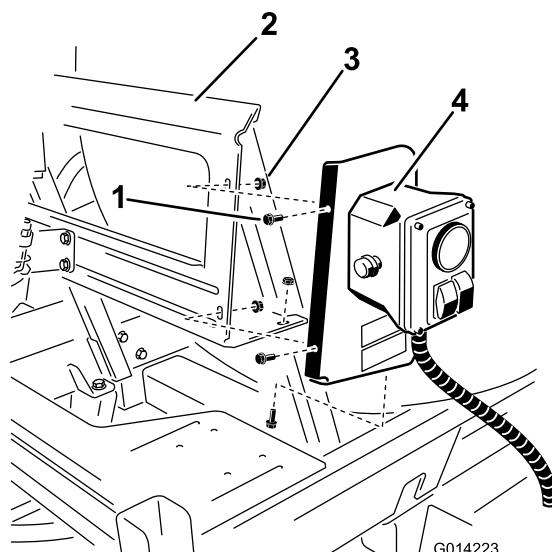

Рисунок 8
2. Установите узел в сборе на монтажный кронштейн с помощью трех болтов (1/4 x 5/8 дюйма) и трех контргайек (1/4 дюйма), как показано на {Рисунок 8}.